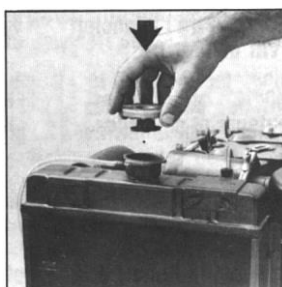

Рис.82.4
- Закройте крышку радиатора (рис.82.4).